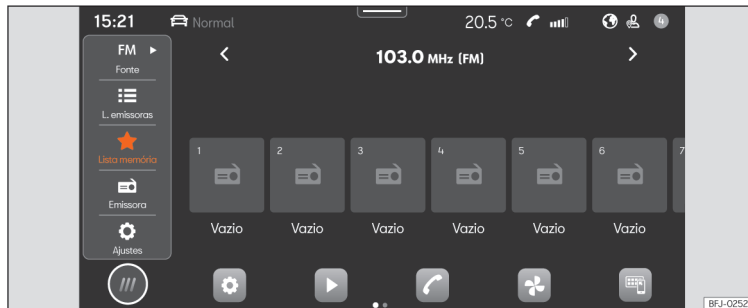

Fig. 132 Esquema: Vista Rádio.
- Pressione **HOME** > > Fig. 132.